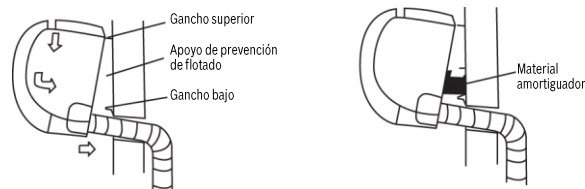

Fig. 12
2. Colocar la garra superior en la parte posterior de la unidad interior en el gancho superior de la placa de instalación, desplazar la unidad interior de un lado a otro para asegurarse que esté enganchada de manera segura (véase Fig. 12).